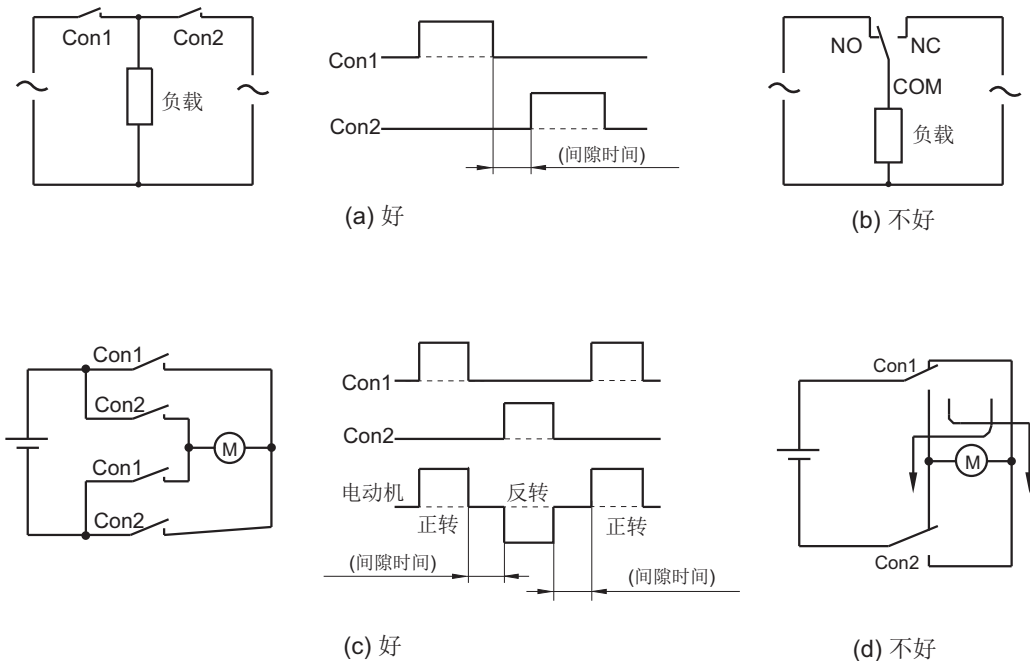

图 6
在电路中，应考虑以下几点(参见图6)：
1) 一般继电器的触点间隙都比较小，应考虑到可能由于触点间电弧引起短路的情况。请不要使用图6(b)的电路。推荐使用图6(a)所示电路，并在触点Con1和Con2动作之间设定一定的间隙时间。
3) 注意不要使用图6(d)所示的用两组转换触点构成电动机正、逆转电路。推荐使用图6(c)所示电路，并在触点Con1和Con2动作之间设定一定的间隙时间。